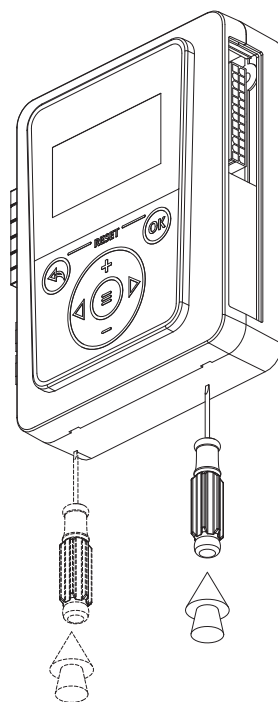

Рис. 12 Демонтаж лицевой панели
2. Снимите лицевую панель контроллера, ослабив защелки с помощью отвертки **(Рис. 12)**;